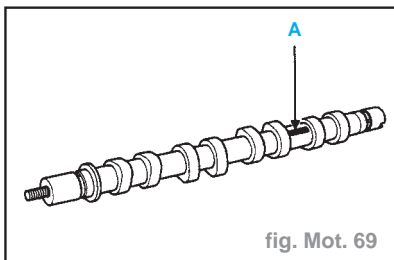

fig. Mot. 69
Nota : les arbres à cames s'identifient par un marquage (A) (fig. Mot. 69).